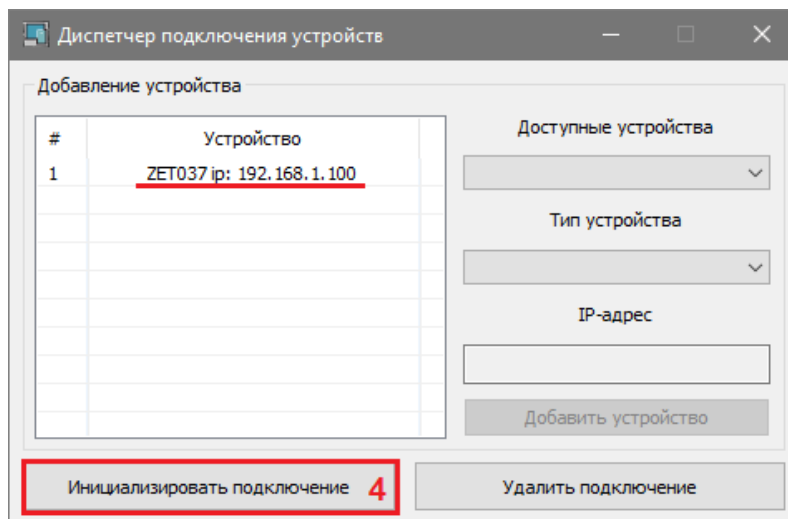

Рис. 5.3 Инициализация подключения
4) В списке добавленных устройств отобразится только что добавленное устройство, после чего нажать кнопку «Инициализировать подключение» (Рис. 5.3).